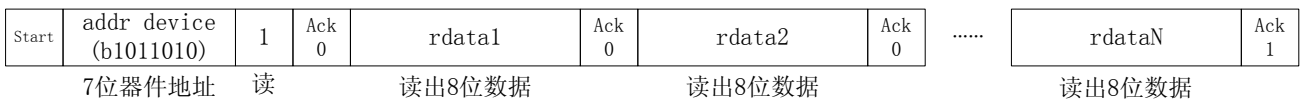

图 8.1b I²C 读操作
- I²C 读操作步骤：1. MCU 发 EG4328 的写操作地址 0xB4h，既如图 8.1b 所示的高位 7 位器件地址的 b1011010 和写操作位 bit0 为“0”。